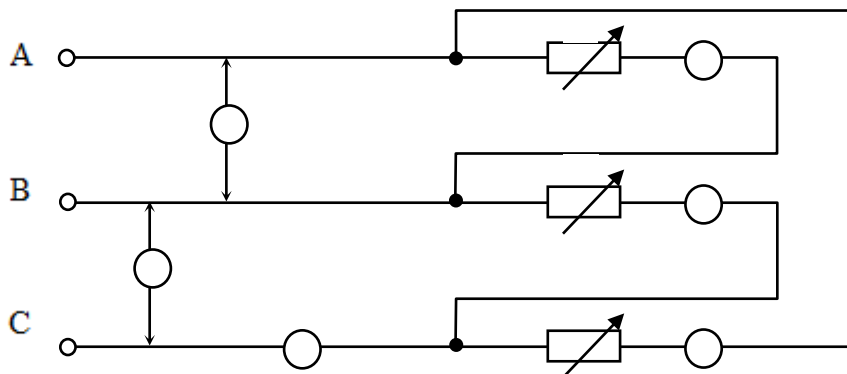

Рисунок 9.4 - Схема установки
- 1 Собрать схему согласно рисунок 9.4. и предъявить преподавателю для проверки.
- 3 схема установки рис. 9.4;